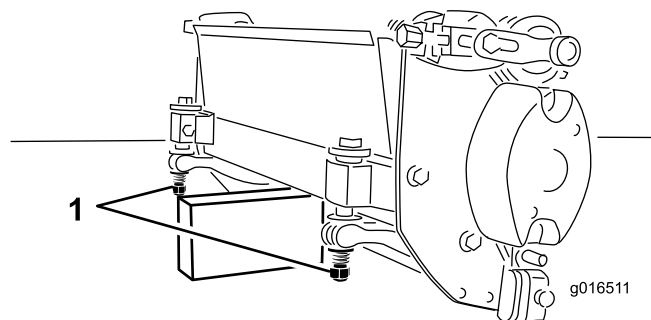

図 6
ベッドナイフやリールを見るためにカッティングユニットを立てる場合には、ベッドバー調整ネジのナットが床面に接触しないように、カッティングユニットの後ろ側についているスタンドで支えるようにしてください（図 6）。
2. ベッドナイフとリールが見えるように、カッティングユニットを立てる。ユニット左右についているベッドバー調整ネジのナットが床に当たっていないことを確認する (図 6)。
重要 ベッドナイフやリールを見るためにCuttingユニットを立てる場合には、ベッドバー調整ネジのナットが床面に接触しないように、Cuttingユニットの後ろ側についているスタンドで支えるようにしてください (図 6)。